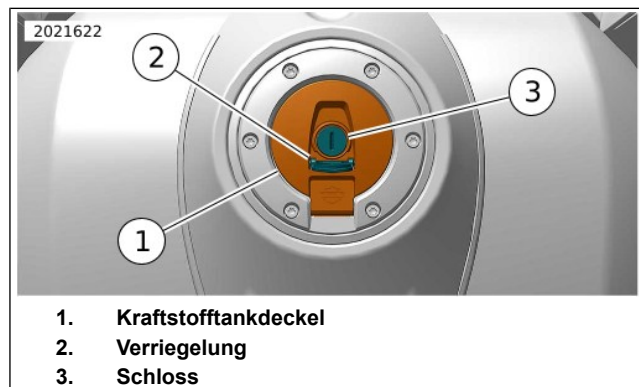

Abbildung 8. Anbringen/Abnehmen des Kraftstofftankdeckels: Verriegelung
Verriegelung, Öffnen: Siehe Abbildung 8. Die Verriegelung (2) anheben, den Schlüssel in das Schloss (3) stecken und drehen, um den Tankdeckel (1) zu öffnen.